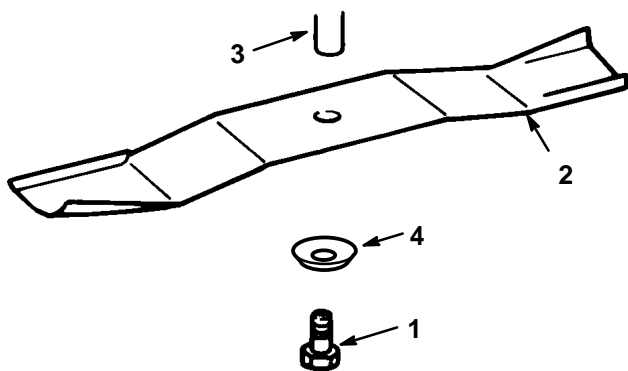

Figure 35
3. Enlever le boulon (clé 5/8"), la rondelle bombée et la lame (Fig. 35). Pour enlever le boulon, caler éventuellement la lame en introduisant une cale en bois entre la lame et la tondeuse.
1. Monter la lame, la pièce d'arrêt, la rondelle bombée (face concave vers la lame) et le boulon de lame (Fig. 35).